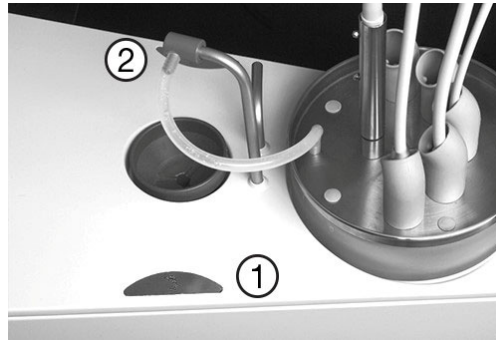

Abbildung 80 – Aktivierung XO Water Clean (1) Speischale (2) Becherfüller
3. Befestigen Sie den Schlauchanschluss am Becherfüller, wie in Abbildung 80
4. Betätigen Sie die in Abbildung 80 mit (1) gekennzeichnete Taste und der Wassertank im Inneren der Behandlungseinheit wird geleert
2. Befestigen Sie den Schlauchanschluss am Becherfüller, wie in Abbildung 80
3. Betätigen Sie die Taste (2) wie in Abbildung 80 gezeigt und die Wasserleitungen der Instrumente werden gespült